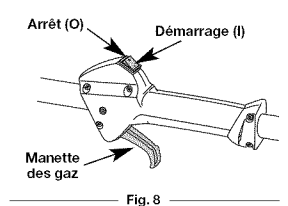

Fig. 8
REMARQUE: Il n'est pas nécessaire de faire démarrer la machine. La commande démarrage et arrêt est en position démarrage (I) en permanence (Fig. 8).
- REMARQUE:** Il n'est pas nécessaire de faire démarrer la machine. La commande démarrage et arrêt est en position démarrage (I) en permanence (Fig. 8).
- Appuyez sur la commande Marche/Arrêt Stop et maintenez-la en position ARRÊT (O) jusqu'à ce que le moteur s'arrête complètement (Fig. 8).